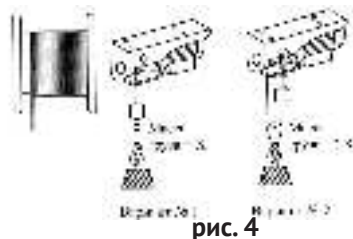

рис. 4
ант №1) или с полиспастом (вариант №2), как показано на рис.4.
- вставить основной крюк в отверстие основания, как показано на рис.4.